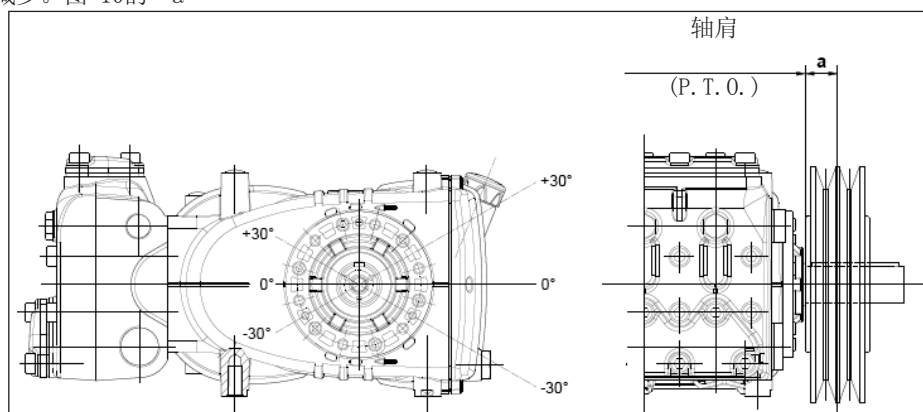

图 10
泵轴上的径向载荷不能超过3000 N（布局定义所必须的数值）。只有该载荷作用在距离轴肩（P. T. O.）的一段最大长度 $a=30 \text{ mm}$ 时，传动才被视为适当，见图10。
- b) 使用高效能皮带 - 例如XPB而不是SPB - 同样的功率传递, 使用的皮带数量会相对少, 继而相对轴肩 (P. T. O.) 的距离也会减少。图 10的“a”